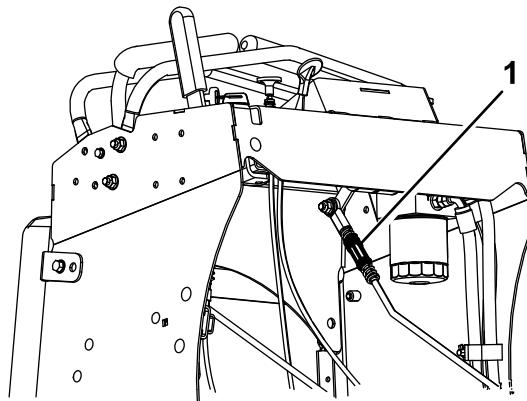

Figure 45
- Tournez la tige de réglage du côté gauche de la machine (Figure 45).